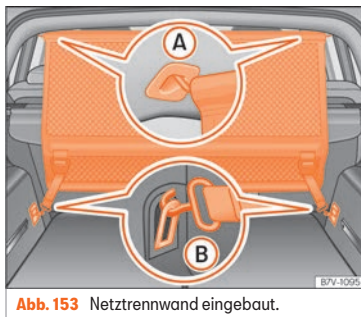

Abb. 153 Netztrennwand eingebaut.
- Netztrennwand in der linken Aufnahme am Dach eingehängen »» **Abb. 153** (A). Darauf ach-
- Netztrennwand in der rechten Aufnahme am Dach durch Zusammendrücken der Querstange eingehängen »» **Abb. 153** (A).
- Beide Haltehaken der Netztrennwand in die vorderen Verzurrösen im Gepäckraum »» **Abb. 153** (B) eingehängen und die Gurte fest spannen.
- Haltehaken der Netztrennwand an den Verzurrösen »» **Abb. 153** (B) aushaken.
- Netztrennwand an der rechten Aufnahme im Dach »» **Abb. 153** (A) durch Zusammendrücken der Querstange aushängen.